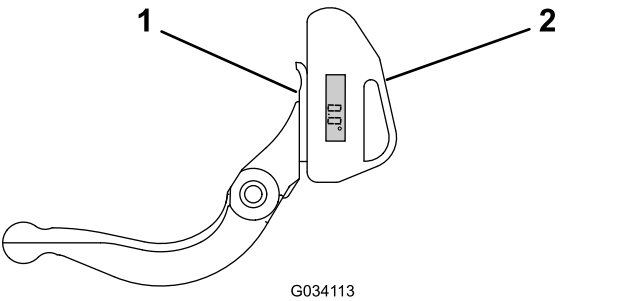

Figura 30
- 1. Coloque el indicador de ángulo en el lado inferior de la contracuchilla, según se muestra en Figura 30.